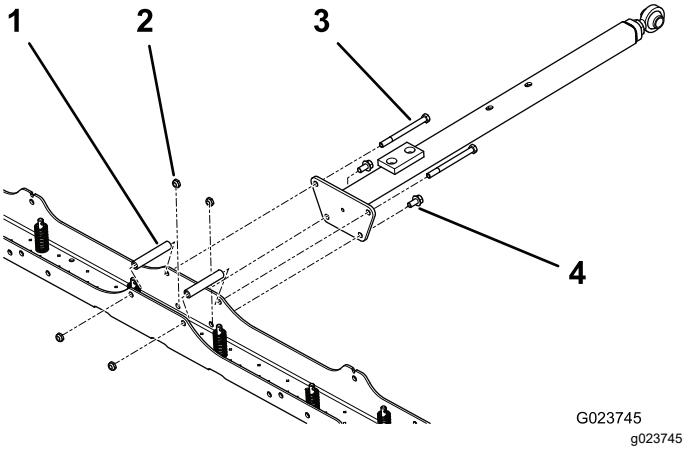

Bild 4
- Fluchten Sie zwei lange Distanzstücke mit den oberen Löchern in der unteren Platte aus und befestigen Sie gleichzeitig die Deichsel mit zwei Sicherungsmuttern (3/8") und zwei Schrauben (3/8" x 4-1/2") an der unteren Platte (**Bild 4**).